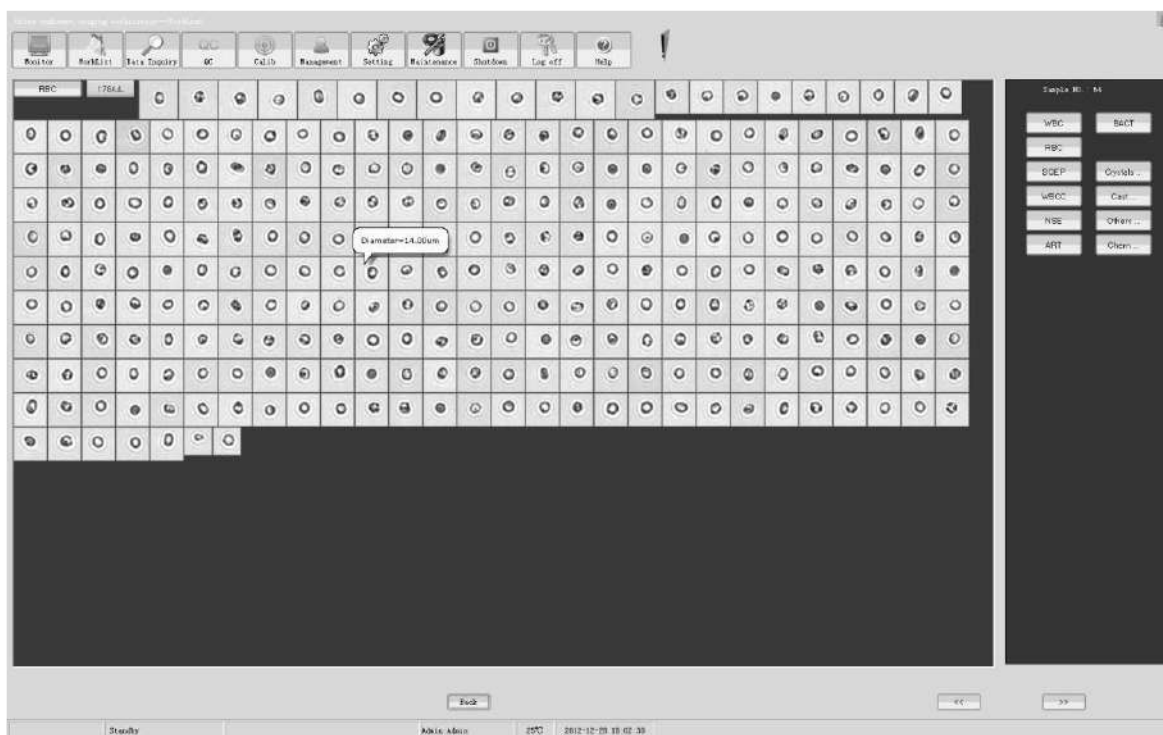

Рисунок 8-2-2
1) позволяет вывести для просмотра увеличенные изображения этих частиц. Например, при выборе “ ”, на экран монитора будут выведены следующие изображения (рис. 8-2-2):
Нажмите или в левой части экрана для перехода к изображениям других частиц. Нажмите « » для возврата к окну, показанному на рис. 8-2-2.